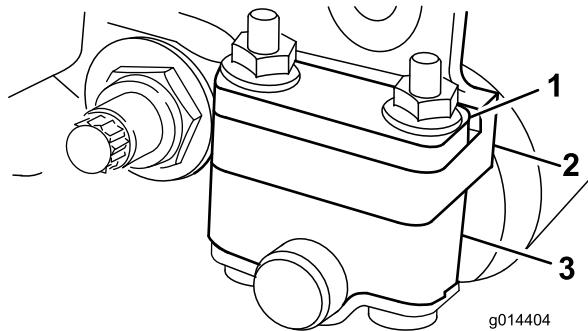
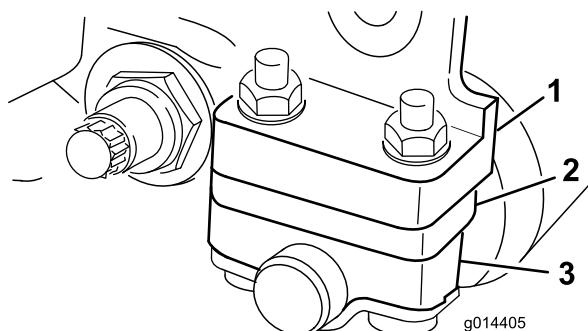

图14
图15
根据您想要的剪草高度范围需要将后滚筒支架图14或图15调整到较低或较高的位置
- 如图14所示当剪草高度设置介于1.56mm之间时将隔片放在侧板安装法兰的上方出厂设置。
- 如图15所示当剪草高度设置介于325mm之间时将隔片放在侧板安装法兰的下方出厂设置。
4. 需要时将隔片放入滚筒支架上方或下方的螺丝上图14或图15。